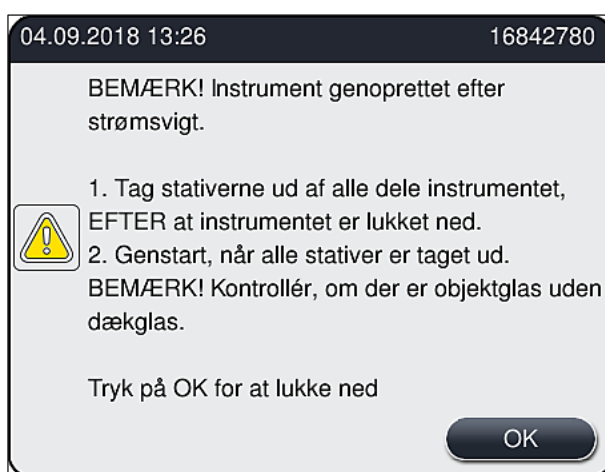

Fig. 108
- Når strømforsyningen er blevet gendannet, genstarter instrumentet automatisk. Brugeren får besked om strømafbrydelsen i en meddelelse (→ Fig. 108) på skærmen, og hændelsen registreres i hændelseslogfilen.
- ① Når strømforsyningen er blevet genetableret, genstarter instrumentet automatisk. Der lyder advarselssignaler, og der vises en advarsel på displayet (→ Fig. 108).
Følg derefter anvisningerne i meddelelsen (→ Fig. 108), og fjern objektglassene fra instrumentet.